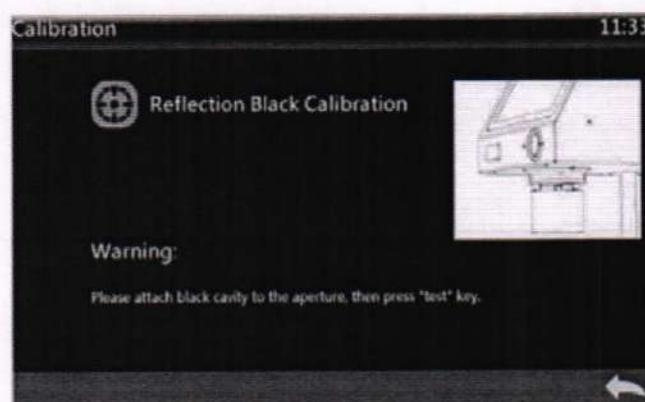
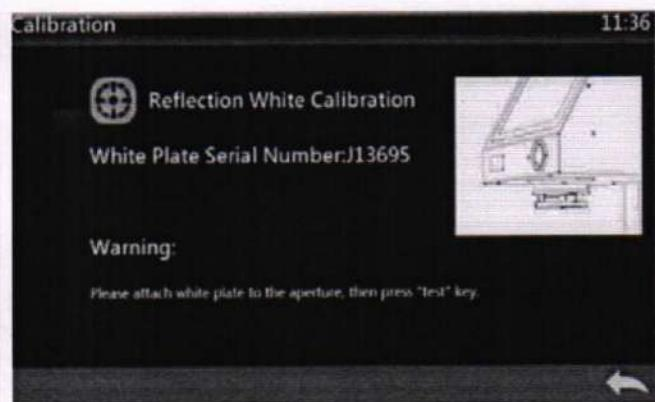

Рисунок 4 – Окно калибровки по чёрному
Рисунок 5 – Окно калибровки по белому
8.8.1.3 На экране появится окно калибровки по чёрному образцу «Black Calibration» (рисунок 4) или по белому образцу «White Calibration» (рисунок 5). В правой части экрана будет схематическое изображение прибора с установленным необходимым образом или изображение необходимого образца. На экране калибровки по белому образцу «White Calibration» (рисунок 5) указан серийный номер белого образца. Необходимо сверить серийный номер, указанный на белом калибровочном образце из состава прибора, с номером, отображённым на экране.
8.8.1.4 Установить белый или чёрный образец в соответствии с информацией на экране и нажать кнопку «Измерение» для проведения измерения (рисунок 6). Прибор произведёт измерение образца и перейдёт к следующему шагу калибровки (рисунок 4 или рисунок 5).